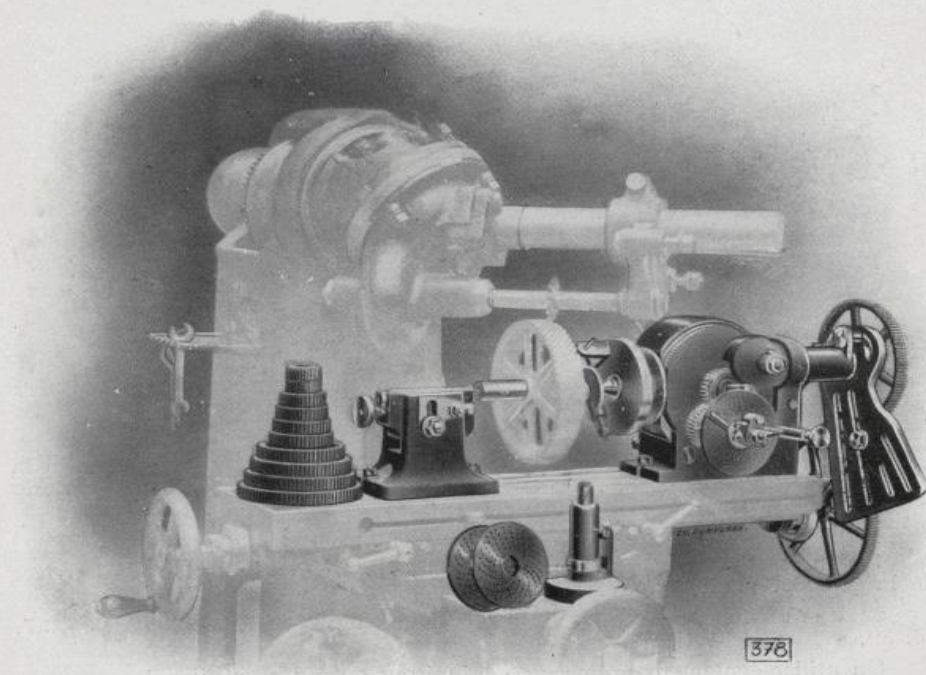

FIG. 378.
**USAGE.** — Tout comme la poupée à vis sans fin et base pivotante, illustrée page 48 notre **poupée universelle** (fig. 378) est à recommander particulièrement pour la taille des **engrenages droits** ou **hélicoïdaux**.